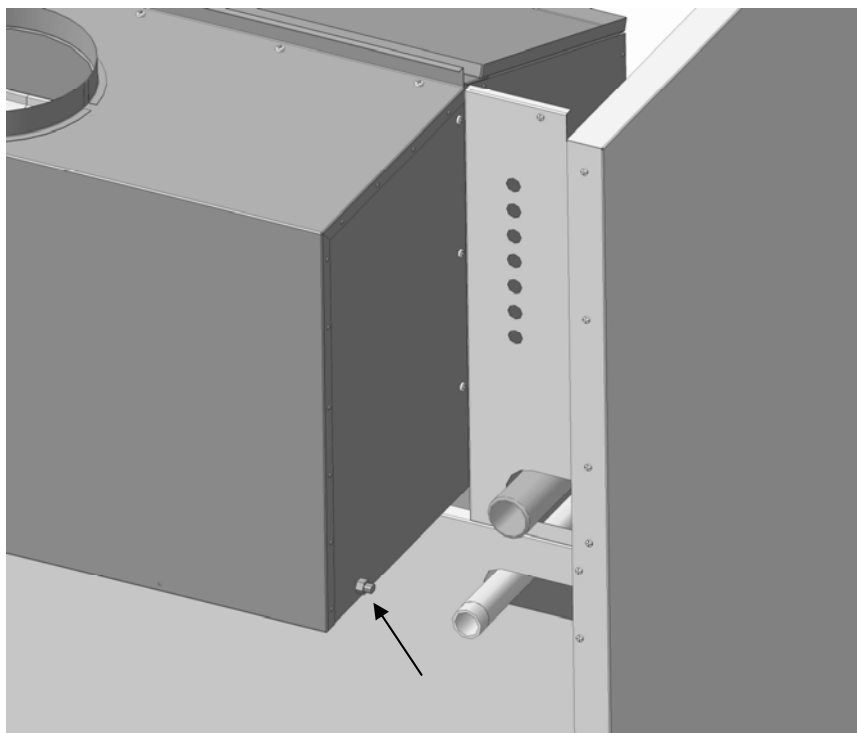

Рис. 6 Установка датчика тяги
6.4.4. Установить датчик тяги в отверстие на боковой стенке прерывателя тяги с помощью гайки M12x1,5 см Рис. 6;